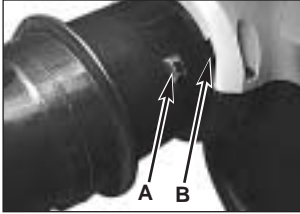

Fig. 4-1A
1. Align the flex tube tab (A) with notch (B) in the housing (Figure 4-1A).
1. Aligner la patte (A) du tube souple avec l'encoche (B) du carter (Figure 4-1A).